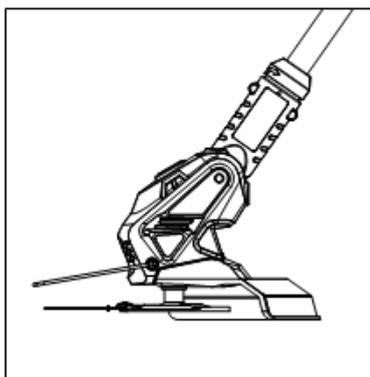

Fig. 3
- Dévissez la molette de serrage jusqu'à ce que la poignée puisse tourner librement (Fig. 3). Ajuster la poignée à la position souhaitée et vissez fermement la molette afin de la maintenir dans cette position.